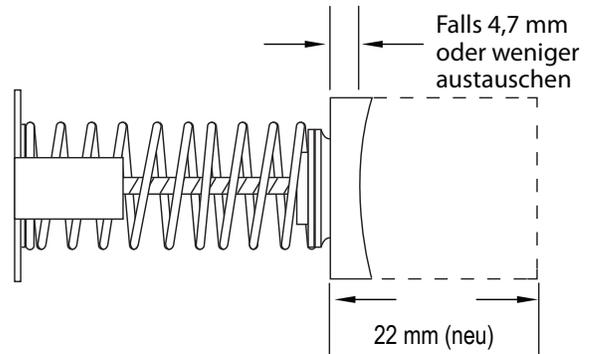

Abbildung 24.
5. Siehe Abbildung 24. Die Bürstenbaugruppen müssen ersetzt werden, falls diese 4,5 mm oder weniger betragen.